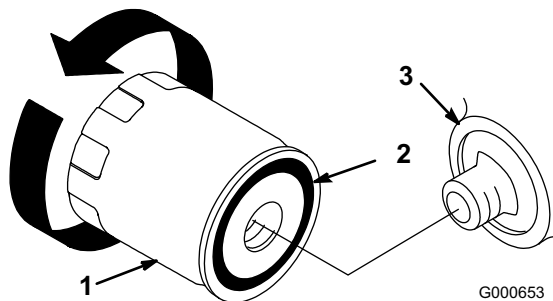

Figure 22
7. Déposez le filtre à huile usagé et essuyez la surface du joint de l'adaptateur (Figure 22).
10. Appliquez une fine couche d'huile neuve sur le joint en caoutchouc du filtre de rechange (Figure 22).
11. Posez le filtre à huile de rechange sur l'adaptateur. Tournez le filtre dans le sens horaire jusqu'à ce que le joint rejoigne l'adaptateur, puis donnez 1/2 tour supplémentaire (Figure 22).
14. Faites l'appoint d'huile avec précaution pour faire monter le niveau jusqu'au repère du plein (F) sur la jauge.